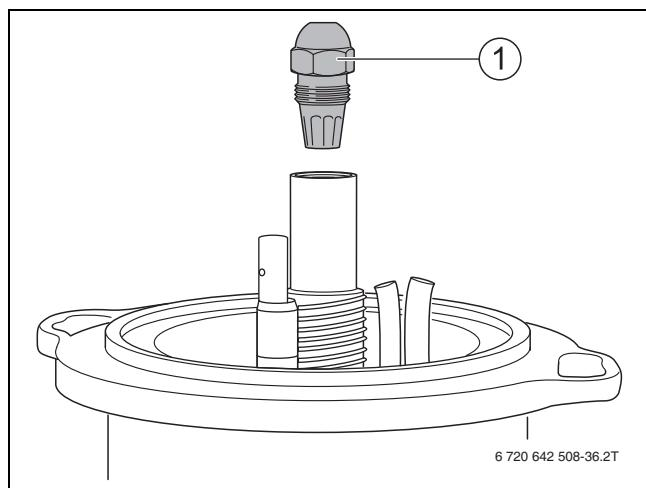

Fig. 39 Svitare l'ugello
- ▶ Svitare l'ugello (→ fig. 39, pag. 26).